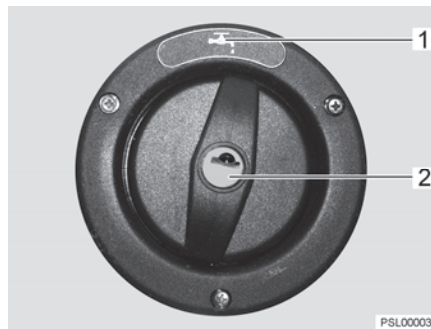

Fig. 136 Tapa de cierre para el tubo de llenado de agua potable
El tubo de llenado de agua potable está identificado con el símbolo  (Fig. 136,1). La tapa de cierre se abre o cierra con la llave para las cerraduras de trampa exteriores.
- Introducir la llave en el cilindro de cierre (Fig. 136,2) y girarla un cuarto de vuelta en sentido contrario a las agujas del reloj.
- Abrir el tubo de llenado de agua potable (Fig. 136).